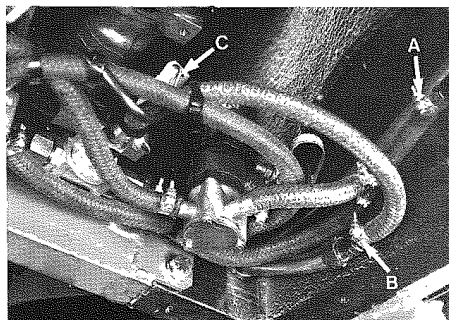

Fig. 28 - A - Tubo arrivo carburante
- Staccare i tubi di arrivo e di invio carburante (**Fig. 28**).
- Disconnect fuel tubes (**Fig. 28**).